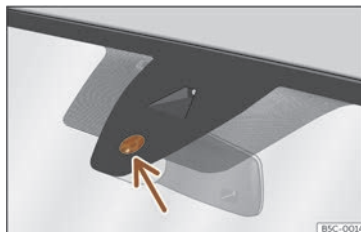

Fig. 103 Superficie sensible do sensor de choiva.
As posibles causas de anomalías e interpretacións erróneas na área da superficie sensible >>> **fig. 103** do sensor de choiva son, entre outras:
- Limpe regularmente a superficie sensible do sensor de choiva»» fig. 103 (frecha) e comprobe posibles danos nas gomas.